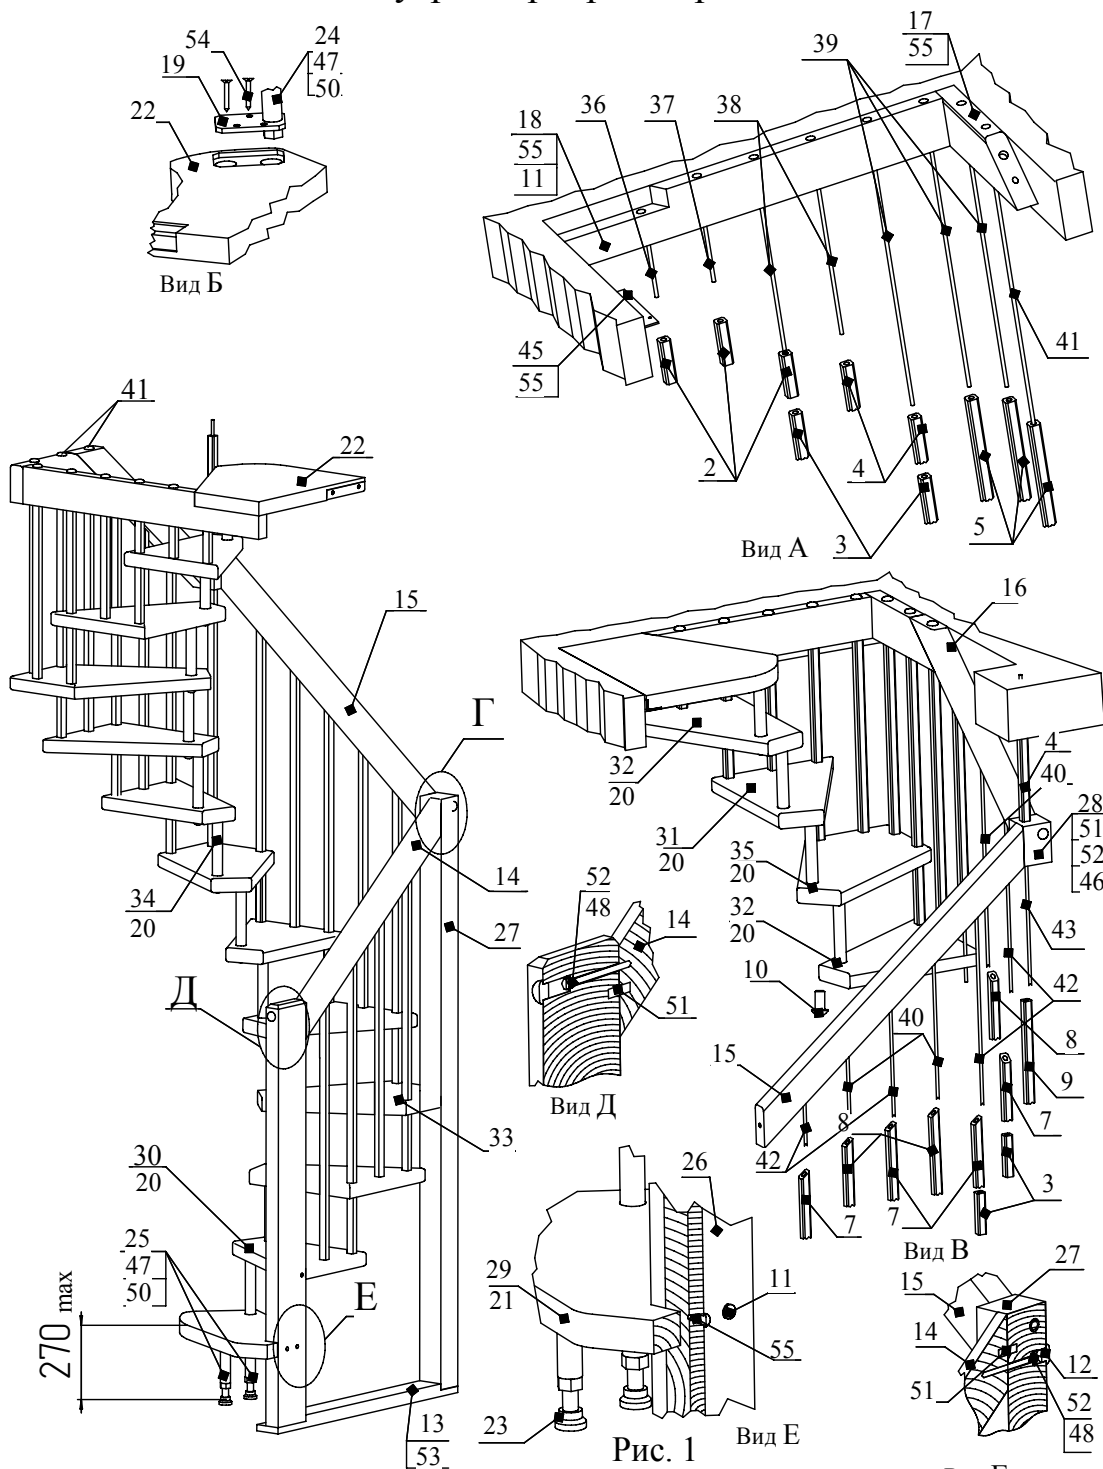

Рис. 1
- 2.1. Модификации лестницы - право и левозаходная (см рис.1 и 2).
4.1. Последовательность сборки лестницы приведена на рис.1 и рис.2. Номера поз.на рис.1 и рис.2 соответствуют номерам п/п поз. табл.1.